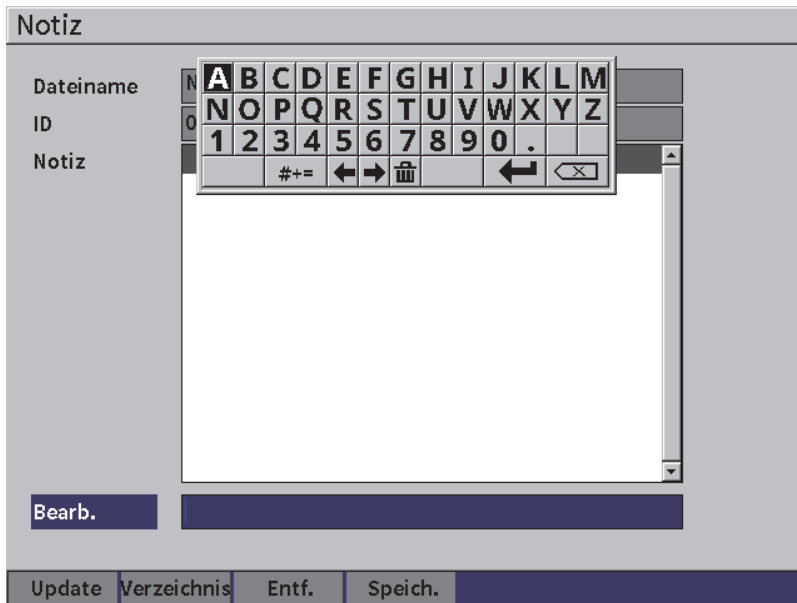

Abbildung 9-23 Konfigurationsfenster Notiz — Eingefügte Information
7. Geben Sie den Namen (bis zu 32 Zeichen) mittels der virtuellen Tastatur und des Drehknopfs ein und drücken Sie Enter (siehe Abbildung 9-23 auf Seite 150).